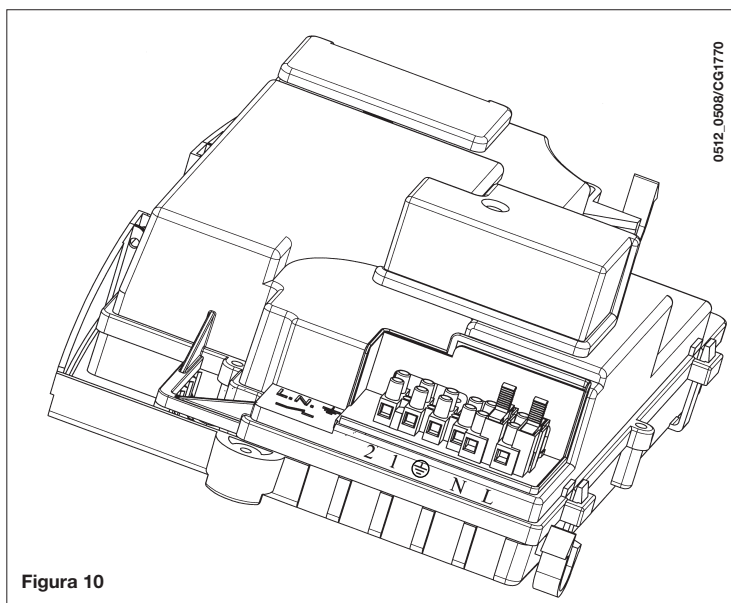

Figura 10
- Desatornille la tapa y acceda al cableado (Figura 10).
- acceder a la regleta de alimentación (figura 10);
- conectar los terminales del termostato ambiente a los bornes (1) y (2);
En caso de que no se utilice el termostato ambiente, es necesario conectar los bornes **1-2** de la regleta **M1** (figura 10) mediante un puente.